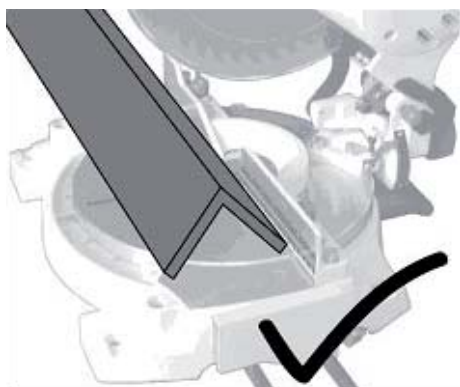

Рис. 7
- Торцювання кутів можливе. Вони повинні розпилюватися так, щоб полотно пилки завжди контактувало з найменшим поперечним профілем (Рис. 7).